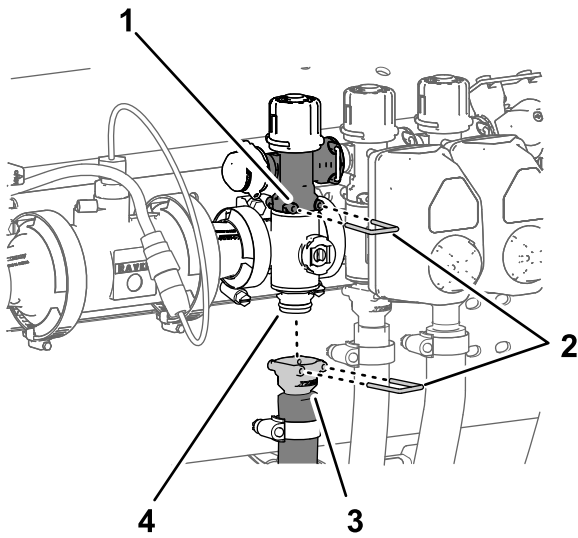

Figure 106
- Retirez l'étrier qui fixe le raccord rapide de la vanne de dérivation de section à la vanne du collecteur de section (Figure 106)
- Retirez l'étrier qui fixe le raccord rapide du flexible d'alimentation de section au collecteur et l'étrier qui fixe le raccord rapide de la vanne du collecteur de section (Figure 106).